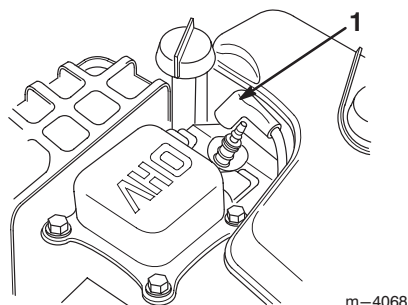

Figure 25
3. Débranchez la bougie et éloignez le capuchon pour éviter tout risque de contact accidentel (Fig. 25).
2. Débranchez la bougie et éloignez le capuchon pour éviter tout risque de contact accidentel (Fig. 25).